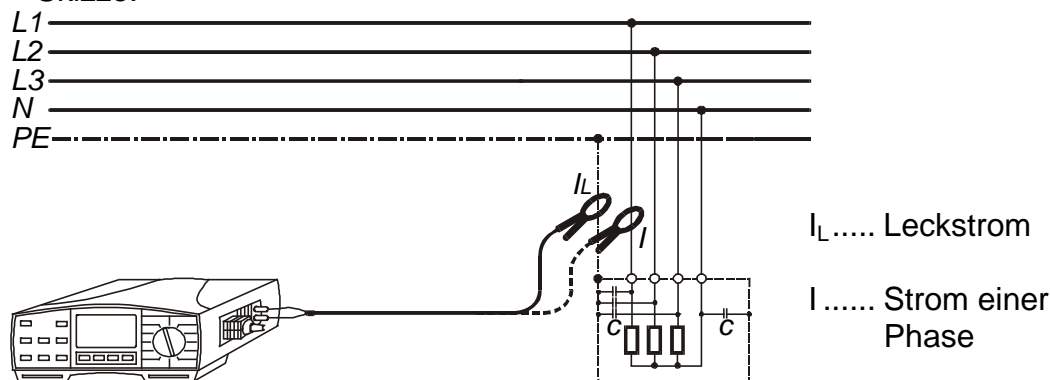

Bild 27. Strommessung mit Prüfgerät und Stromzange
- ♦ Verbinden Sie eine Stromzange 1000A/1A mit dem Erd-Iso-Prüfgerät entsprechend Skizze in Bild 27. Die von Metrel angebotene empfindliche Stromzange kann den Bereich von 0,5 mA bis 200 A abdecken kann, während Standard-Zangen in der Regel 10 mA bis 200 A messen können.